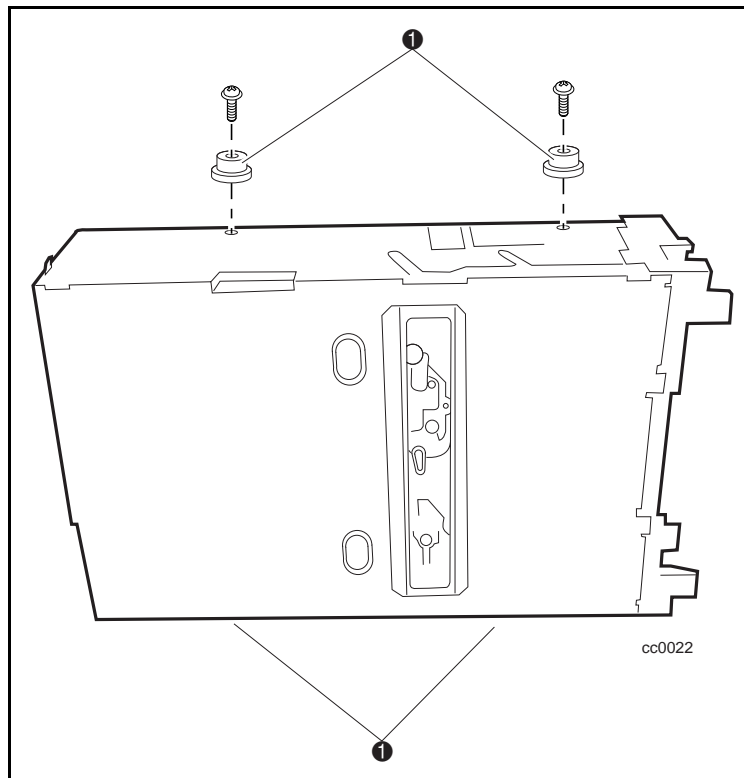

Abbildung 5. Anbringen der Paßstifte
Vor dem Einbau des neuen Laufwerks müssen vier Paßstifte angebracht werden. Jeder Paßstift besteht aus einem Abstandshalter aus Kunststoff (zylinderförmig) und einer Schraube (❶ Abbildung 5).
2. Schrauben Sie die Paßstifte an den bezeichneten Positionen (❶ Abbildung 5) an.